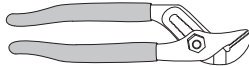

Figure 5
6. Retirez l'écrou de compression du joint de quartz (7) en le tournant dans le sens **antihoraire**, Figure 3. Utilisez une paire de pinces multiprises si nécessaire, Figure 5. Vous remarquerez qu'une rondelle de compression en acier inoxydable (6) glisse sur le tube de quartz. Conservez la rondelle (6) pour une utilisation ultérieure, Figure 6.